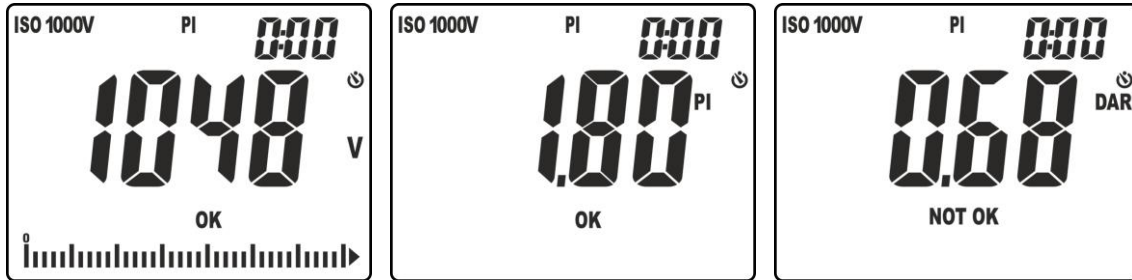

Fig. 24: Resultados de la medida de PI y DAR
10. Pulse las teclas  $\blacktriangledown$ / $\text{⚡}$  o  $\blacktriangle$ /**ZERO** para visualizar la tensión real aplicada, el valor del parámetro PI o el valor del parámetro DAR (ver la Fig. 24)